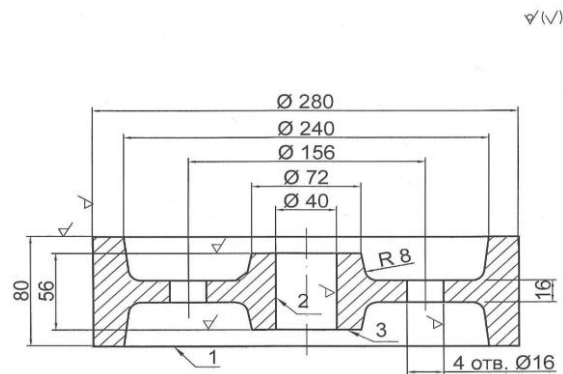

Рис. 2 Колесо (сталь 35Л)
9. По эскизу детали (рис.2) разработайте эскиз отливки. Приведите эскизы модели и собранной литейной формы (в разрезе) с указанием размеров. Дайте обоснование назначению размеров модели. Опишите последовательность изготовления литейной формы и получения отливки, рис.2.